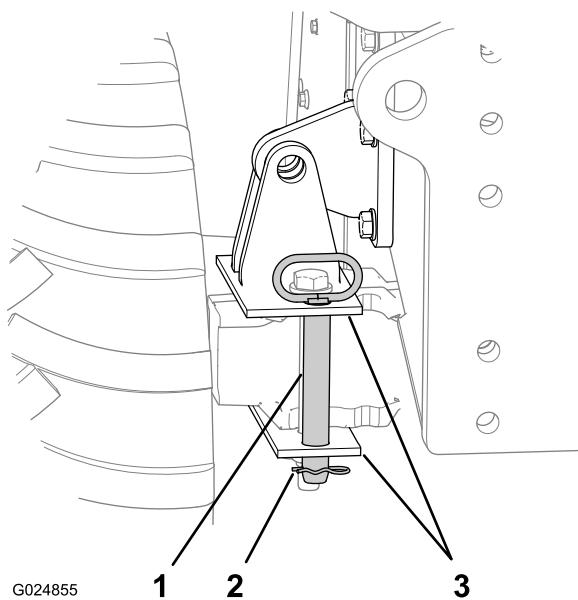

Figura 45
- Retire la chaveta del pasador de bloqueo del mecanismo de inclinación (Figura 45).
1. Introduzca el pasador de bloqueo del mecanismo de inclinación a través de los taladros verticales del soporte de bloqueo del eje (Figura 45).
2. Sujete el pasador al soporte de bloqueo con la chaveta (Figura 45).